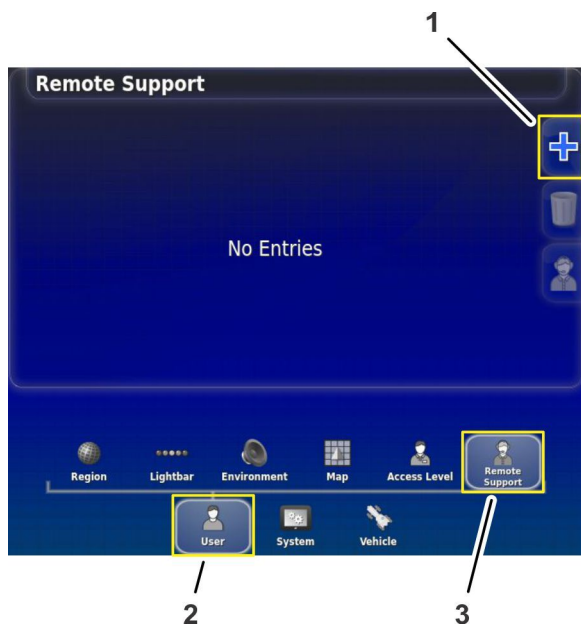

Figura 212
2. En la pantalla de configuración, pulse el icono USUARIO y pulse el icono SOPORTE REMOTO (Figura 212).
3. Si no aparecen entradas de Asistencia técnica en la ventana de soporte remoto, pulse el icono AÑADIR ASISTENCIA TÉCNICA (Figura 212).